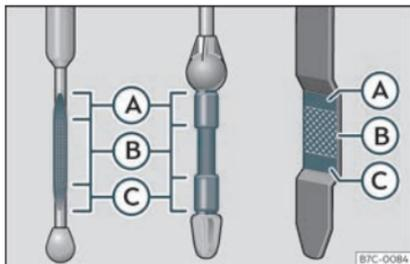

Fig. 203 Jauge d'huile moteur
- Puis retirez-la à nouveau et vérifiez le niveau d'huile » fig. 203. Faites l'appoint d'huile moteur si nécessaire.
- Dès que le niveau d'huile atteint la zone >>> fig. 203 (B), revissez soigneusement le bouchon de l'orifice de remplissage >>> (I).
Ne démarrez pas le moteur si le niveau d'huile se trouve au-dessus de la zone >>> fig. 203 (A). Risque d'endommagement du moteur et du catalyseur ! Prenez contact avec un atelier spécialisé.
Le niveau d'huile ne doit en aucun cas dépasser la zone >>> fig. 203 (A). Sinon, de l'huile risque d'être aspirée par l'aération du